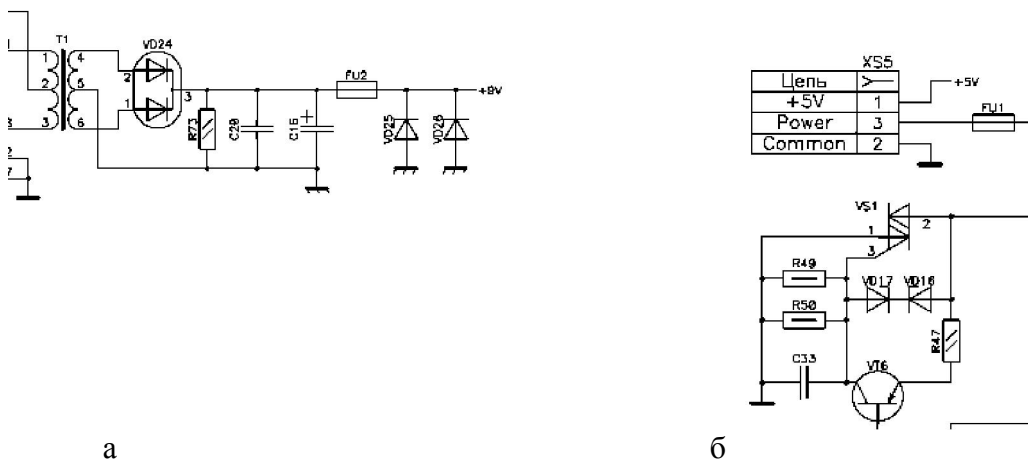

Рисунок 1
1. С помощью неповреждаемого разделительного барьера, представляющего собой трансформатор Т1, изготовленный в соответствии с требованиями ГОСТ 22782.5 с электрической прочностью изоляции 2500 В (рисунок 1 а).
2. С помощью плавкого предохранителя (Fu1) и ограничителя напряжения на симисторе VS1 (рисунок 1 б), установленным в первичной обмотке неповреждаемого трансформатора.
3. С помощью плавкого предохранителя Fu2 (рисунок 1 а), обеспечивающего запас по параметрам (ток, напряжение, мощность) стабилитронов во всех режимах работы, и